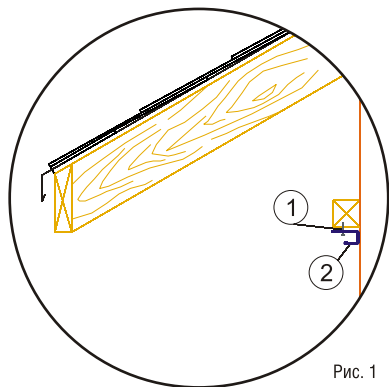

Рис. 1
1. Закрепите G-планки ② на направляющих брусках с помощью саморезов ① (рис. 1).